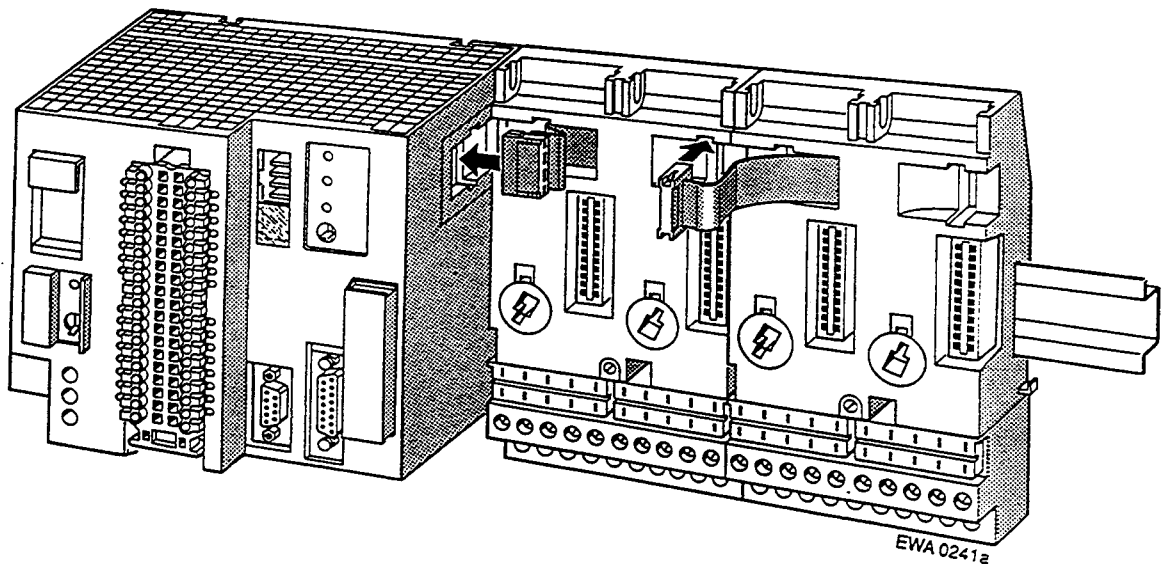

Bild 5.2 Verbindung der Busmodule
- ▶ stecken Sie ihn auf die Stiftleiste an der rechten Seite des Basisgerätes bzw. in die Stiftleiste des linken Nachbar-Busmoduls (→ Bild 5.2).